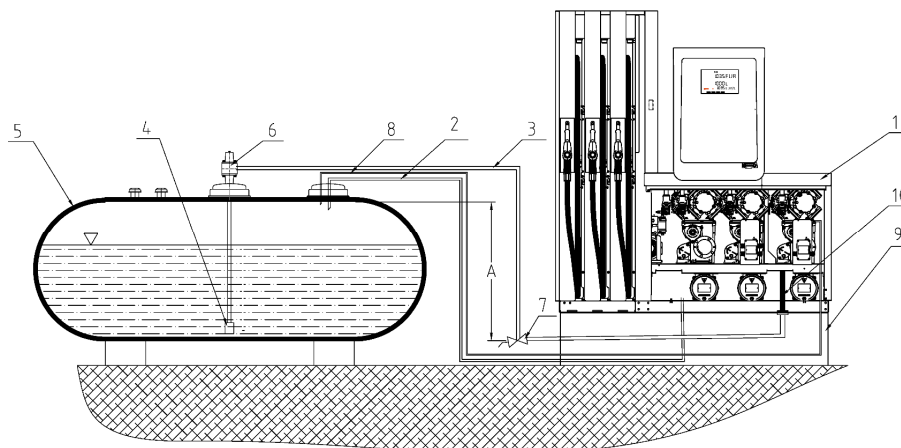

Abbildung 21 - Beispiel für den Anschluss einer Zapfsäule mit Saugpumpen an einen oberirdischen Tank
**ACHTUNG** Ist die Zapfsäule an einen oberirdischen Tank angeschlossen, ist es aus Sicherheitsgründen unbedingt erforderlich, in die Saugrohrleitung ein **Überdruckventil (Rückschlagventil)** einzubauen, damit das Produkt durch Schwerkraft bei einer Störung nicht aus dem Tank austritt. Das Ventil dient gleichzeitig zur Entlastung des Überdrucks in der Saugleitung auf dem Rückweg in den Tank. Empfohlen wird das Ventil **OPW 199ASV (Anti-Siphon Valve)**. Der Ventiltyp ist nach der Differenz zwischen dem maximalen Kraftstoffpegel im Tank und dem tiefsten Punkt der Kraftstoffleitung zu wählen, siehe Abbildung 21 – Höhe A. Am tiefsten Punkt der Rohrleitung sollte ein **Absperr- und Ablassventil** installiert werden, das vom Bedienpersonal immer zu schließen ist, wenn die Zapfsäule nicht in Betrieb ist. **Sind diese Ventile nicht verfügbar, kann bei jedem Leck des Rohrleitungssystems Kraftstoff unkontrolliert austreten! (s. Abbildung 21).**